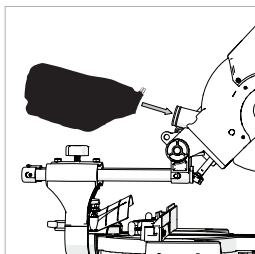

Fig. 41
- Deslice la bolsa de polvo por la boca de aspiración, asegurándose de que el cierre de resorte de la bolsa se acople firmemente a la boca. **(Fig. 41)**